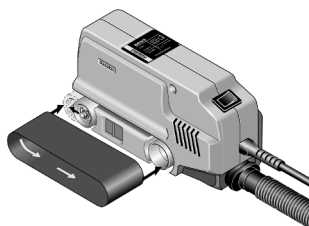

Fig. 4b
4. Neues Schleifband auflegen (Fig. 4b), hierbei die Pfeile für die Lauffrichtung beachten!